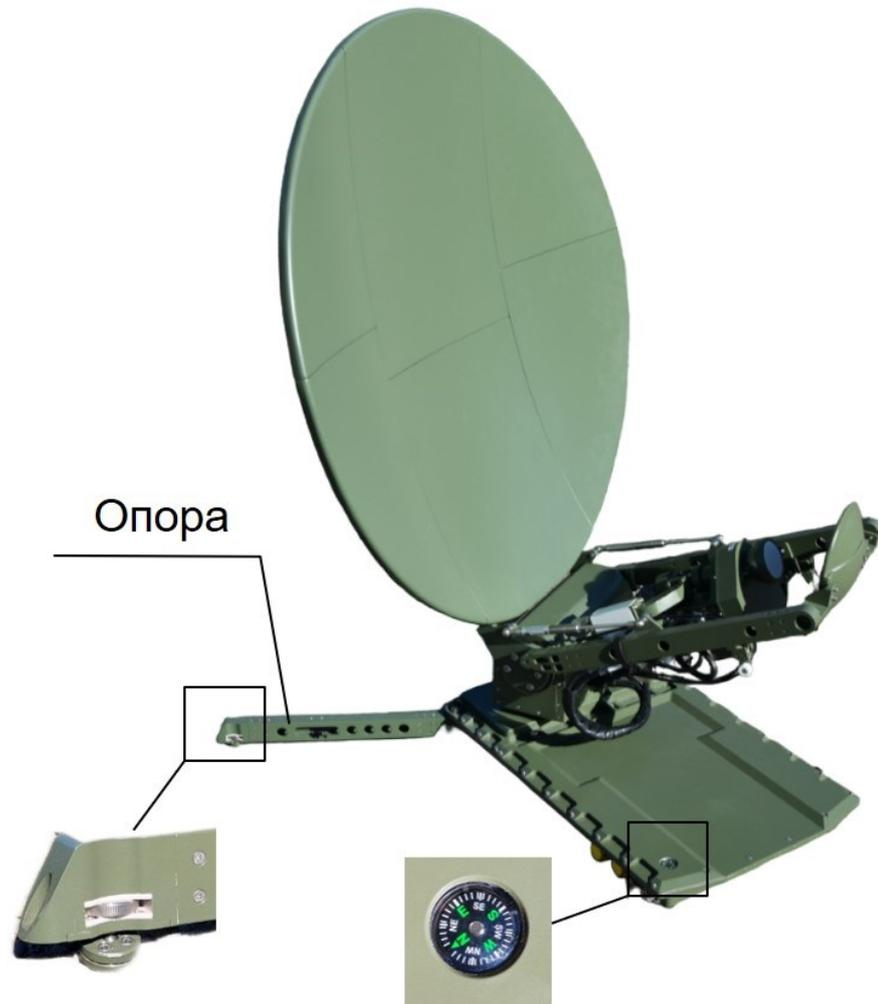

Рисунок 15 – Внешний вид элементов участвующих в процессе монтажа (компас, уровень, опоры площадки)
4) Развернуть и закрепить опоры площадки (см. рисунок 15). Закрепление опоры происходит путем защелкивания подпружиненного стопорного штифта. При необходимости закрепить антенну 1,0 м.